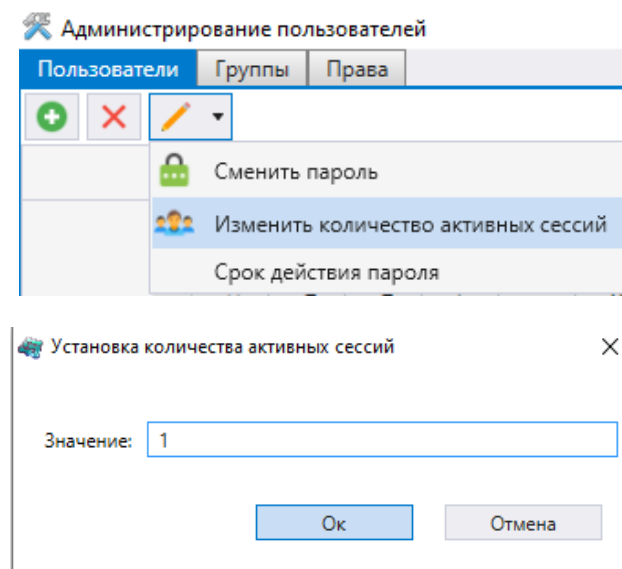

Рисунок 20
4.2.4 В терминале реализовано ограничение числа параллельных активных сеансов доступа (настраиваемый параметр) для каждой учетной записи пользователя при подключении через программу Smart Monitor (см. рисунок 20).